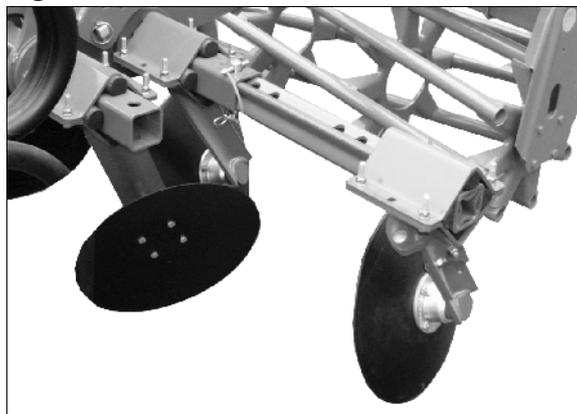

Fig. 19
- Para el uso pueden posicionarse los discos de borde en diferentes agujeros (Fig. 19).